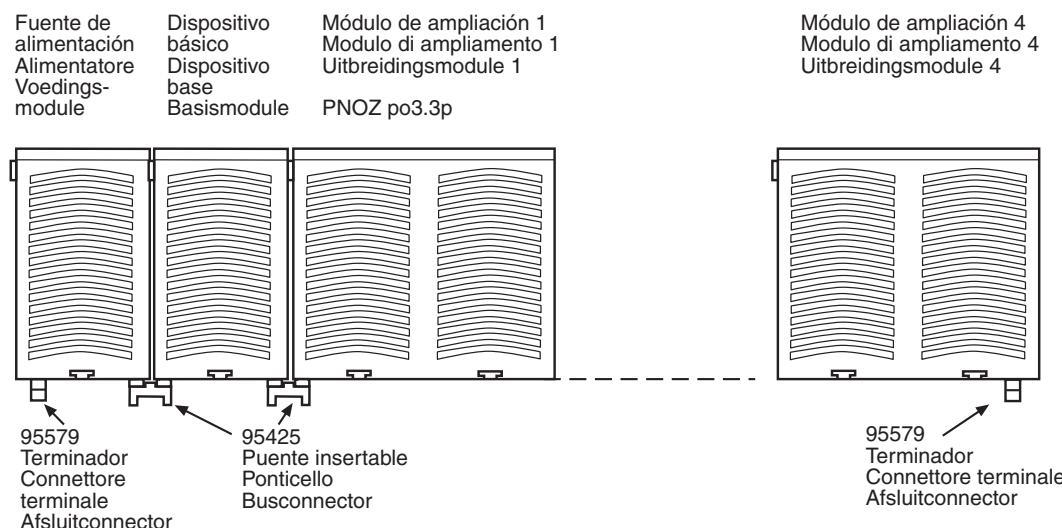

Fig. 2: Montaje del PNOZ po3.3p/Montaggio del PNOZ po3.3p/Montage van de PNOZ po3.3p
- Hay que tener en cuenta: ¡Es necesario insertar una clavija de terminación en el primer y otra en el último aparato (véase Fig. 2)!**
- Nota bene: sul primo e sull'ultimo dispositivo è necessario inserire un connettore terminale (v. fig. 2).**
- Let u op het volgende: Op het eerste en laatste apparaat moet er een afsluit-connector geplaatst worden (zie fig. 2)!**